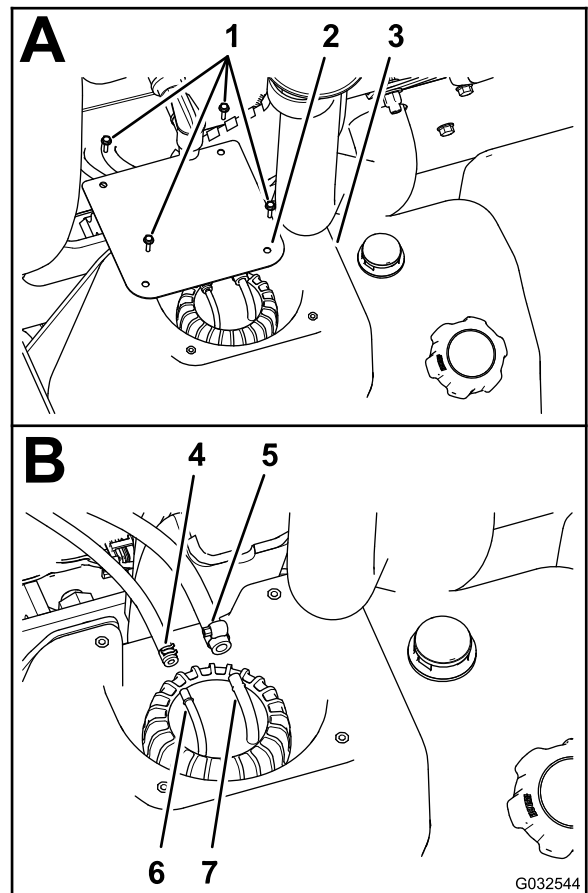

Bild 76
3. Lösen Sie die Klemmen, mit denen die zwei Anschlussstücke der Kraftstoffschläuche oben am Steigrohr befestigt sind (Bild 76).
4. Schließen Sie die zwei Schläuche von den Schlauchanschlussstücken ab und lassen Sie den Kraftstoff aus den Schläuchen in einen zugelassenen Benzinkanister ablaufen (Bild 76).
2. Entfernen Sie am Kraftstofftank die vier Schrauben (Nr. 10 x 3/4"), mit denen die Abdeckung oben am Kraftstofftank befestigt ist, und nehmen Sie die Abdeckung ab (Bild 76).
4. Schließen Sie den Kraftstoffschlauch (6,4 mm) am Schlauchanschlussstück (6,4 mm) an und befestigen Sie den Schlauch mit der Schlauchklemme am Anschlussstück (Bild 76).
5. Schließen Sie den Kraftstoffschlauch (8 mm) am Schlauchanschlussstück (8 mm) an und befestigen Sie den Schlauch mit der Schlauchklemme am Anschlussstück (Bild 76).